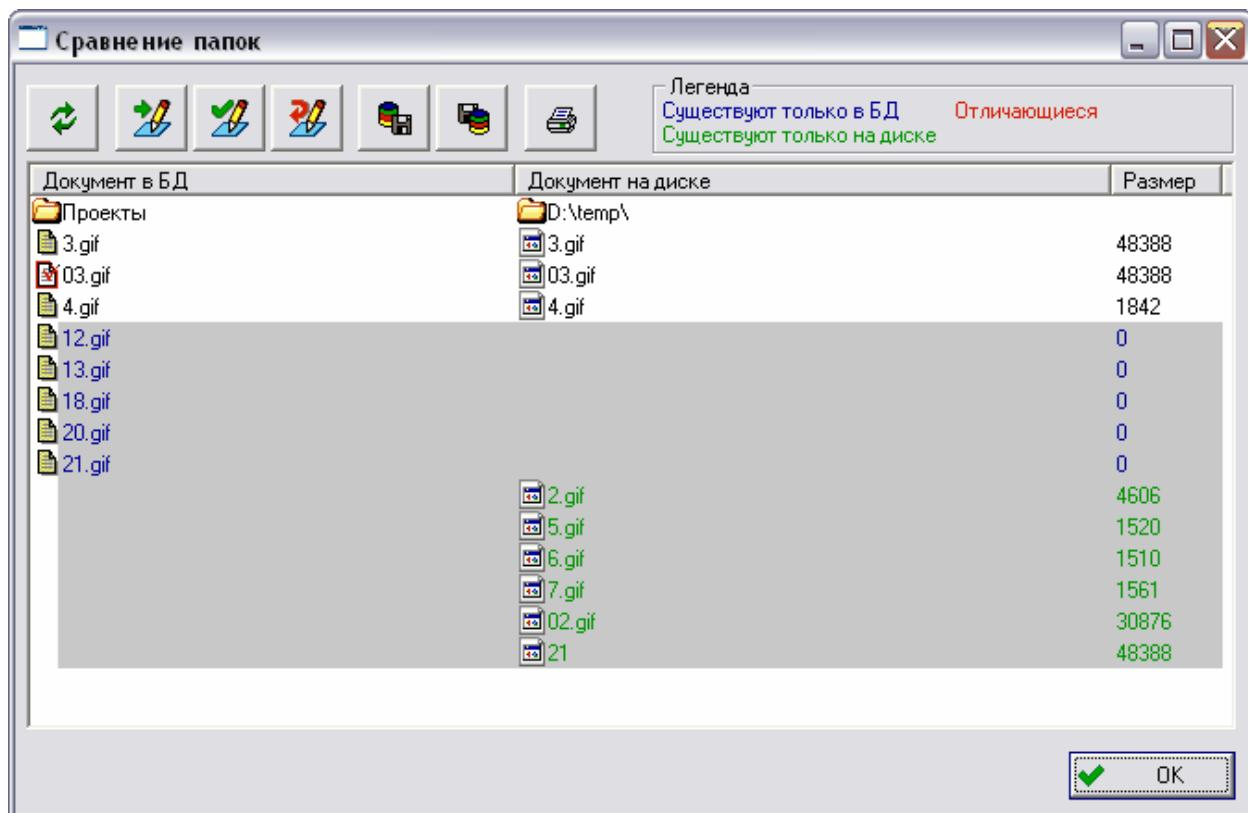
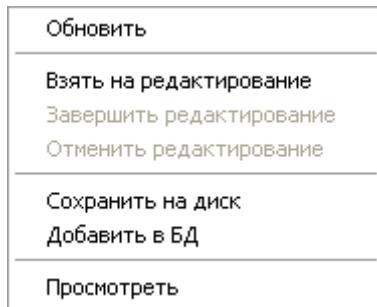

Рис. 146
Рис. 147
После нажатия на кнопку **Ок** появится окно **Сравнение папок** (Рис. 146).
Работа с документами ведется посредством контекстного меню, вызываемого нажатием правой кнопкой мыши на соответствующий документ (Рис. 147).
нажмите на кнопку  (Рис. 146) или выберите в контекстном меню документа/папки (Рис. 147) команду **Сохранить на диск**.
**папок** нажмите на кнопку  (Рис. 146) или в контекстном меню (Рис. 147) выберите команду **Добавить в БД**. Если выбрана папка, то в БД будут сформированы структура папок и документы. Правила формирования документа (учетной карточки) описаны в разделе **Добавление файла документа с диска компьютера в БД** (9.7.1).
Если файл документа в БД отличается от одноименного файла на диске (по хеш-функции), то имена этих файлов отображаются в обоих столбцах и выделяются красным цветом. В таком случае, если документ в БД взят на редактирование (отображается с иконкой ), то можно завершить его редактирование, выбрав в контекстном меню документа (Рис. 147) команду **Завершить редактирование** или
нажав в окне **Сравнение папок** на кнопку  (Рис. 146). Для просмотра файлов документов можно использовать команду контекстного меню **Просмотреть**. При этом будет вызвано приложение, ассоциированное с расширением данного файла в ОС с командой **Открыть (Open)**. Для отмены редактирования документа выберите в контекстном меню документа (Рис. 147) пункт **Отменить редактирование** или в окне